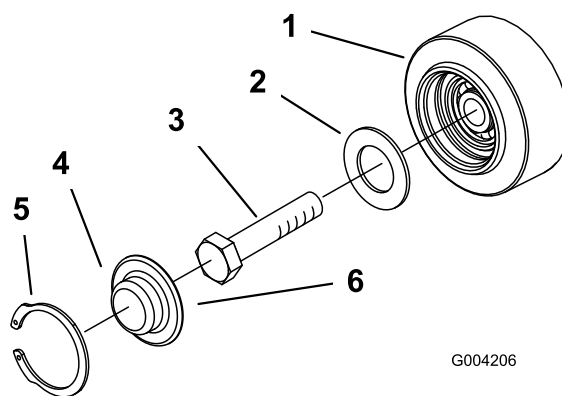

Bild 49
3. Nehmen Sie den Sprengring und die Kappe vom Straßentrاد ab (Bild 49).
4. Prüfen Sie das Schmiermittel unter der Kappe und um die Dichtung (Bild 49). Wenn es schmutzig, körnig oder verbraucht ist, entfernen Sie das gesamte Schmiermittel, wechseln Sie die Dichtung aus und fügen Sie neues Schmiermittel hinzu.
6. Setzen Sie die eingefettete Straßentrადkappe auf den Schraubenkopf (Bild 49).
7. Befestigen Sie die Straßentrადkappe mit dem Sprengring (Bild 49).